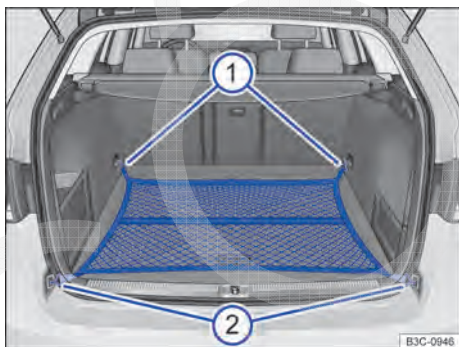

Fig. 120 No compartimento de bagagem: rede do compartimento de bagagem suspensa.
- Suspender o gancho da rede do compartimento de bagagem nos olhais de amarração ⇒ Fig. 120 ①. O zíper da rede para bagagem deve estar voltado para cima.
- Suspender o gancho da rede do compartimento de bagagem nos olhais de amarração ②. ▶